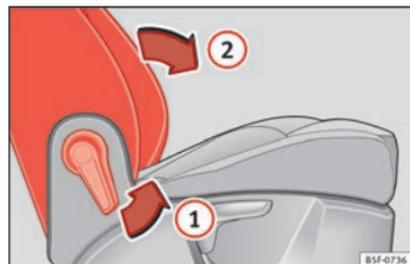

Fig. 148 Siège du passager avant : levier pour rabattre le dossier.
- Tirez le levier ① » fig. 148 et appuyez sur le dossier vers l'avant ② de façon à ce que le dossier se trouve en position horizontale.